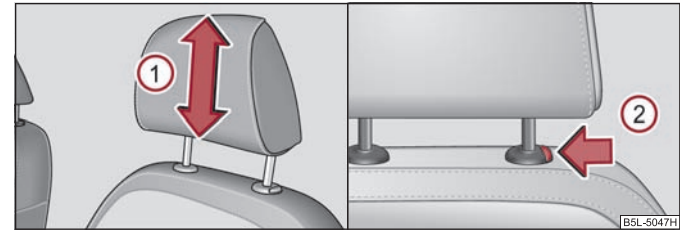

Fig. 58 Tetierele: Reglare / Extragere
- Cuprindeți tetiera cu ambele mâini de părțile laterale și împingeți în sensul indicat de săgeata  ⇒ fig. 58 în sus sau în jos.
- Dacă doriți să împingeți tetiera în jos, trebuie să apăsați tasta de siguranță cu o mână în sensul indicat de săgeata  ⇒ fig. 58 și cu cealaltă mână să apăsați tetiera în jos.
- Apăsați tasta de siguranță în sensul săgeții ⇒ pagina 71, fig. 58 și scoateți tetiera.